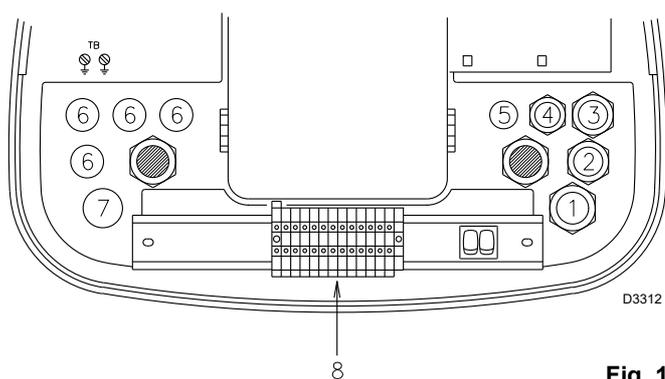

Fig. 14
- Tutti i cavi da collegare alla morsettiera 8)(Fig. 14) del bruciatore vanno fatti passare dai passacavi.